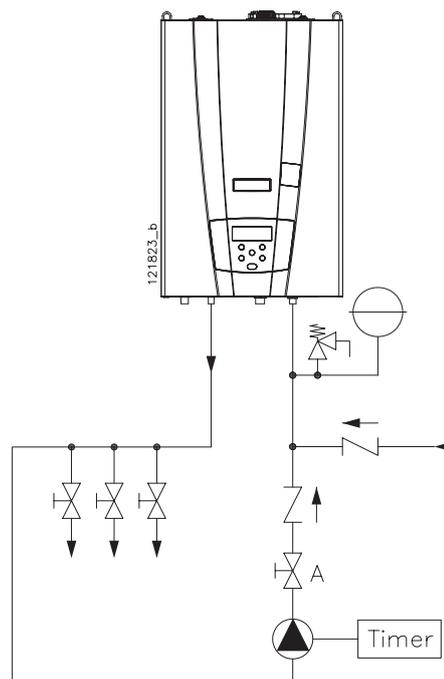

Figure 4-4 - Exemple d'installation avec retour secondaire assuré par une pompe externe (voir section 5.10)
- 1.- installez l'appareil comme illustré en figure 4-4 ;
8.- actionnez la vanne "A" en Figure 4-4 pour que le débit de recirculation soit inférieur à 2 l/min ;